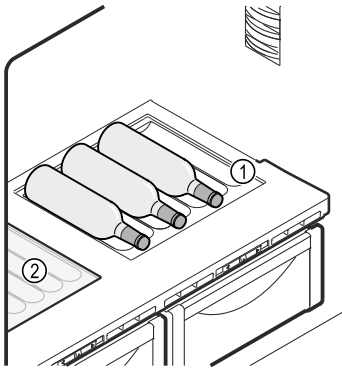

Fig. 234 Beispielhafte Darstellung
- ▶ Glasplatte Fig. 234 (2) unter der variablen Flaschenablage einlegen.